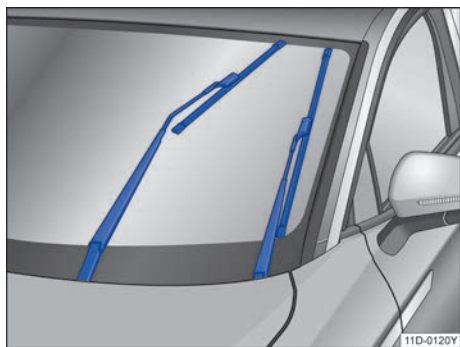

图 134 处于维护位置的刮水片
- 将风窗玻璃刮水器拨杆向上拨至点动刮水位置。使刮水器处于维护位置→图 134。